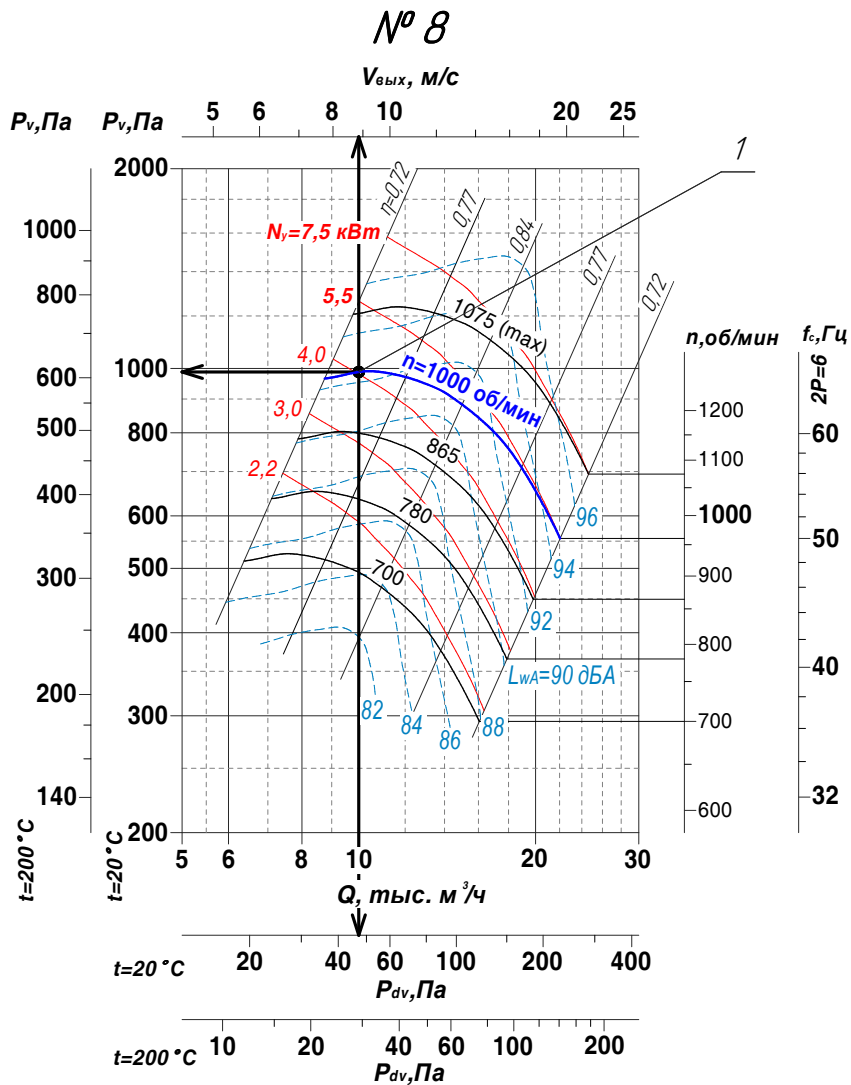

Рис. 30 – Аэродинамическая характеристика ВР 85-77-8
- 2) на примере графика индивидуальных характеристик для ВР 85-77-8 (рис. 30) определим статическое давление вентилятора при $Q_{mp} = 10\,000 \text{ м}^3/\text{ч}$: $P_{svs} = P_{vs} - P_{dvs} = 990 - 47 = 943 \text{ Па}$. Так как статическое давление, развиваемое вентилятором, больше потерь давления в сети, то и производительность вентилятора будет больше требуемой. Для того, чтобы вентилятор обеспечил требуемую производительность Q_{mp} необходимо в сеть добавить дополнительное сопротивление (дросселировать сеть) $\Delta P_{др} = P_{svs} - \Delta P = 943 - 800 = 143 \text{ Па}$;